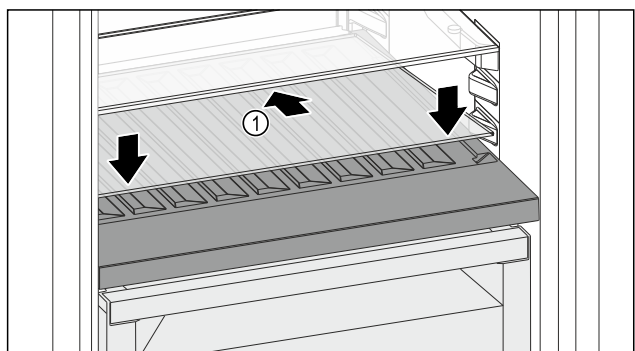

Fig. 207
- ▶ 向后下方倾斜放置玻璃隔板 Fig. 207 (1)。
- ▶ 放低玻璃隔板 Fig. 207 (1) 前部。